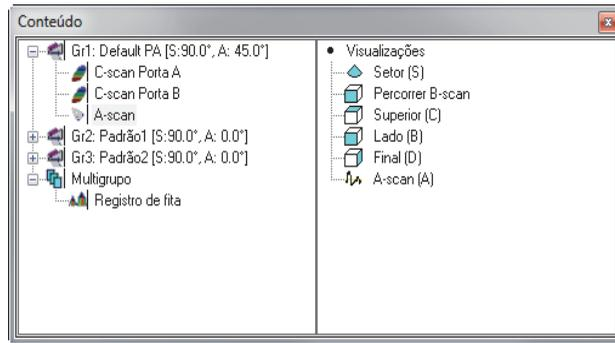

Figura 4-37 Caixa de diálogo Conteúdo
2. Clique  na barra de ferramenta componente (ou pressione Shift + Enter) para abrir a caixa de diálogo **Conteúdo** (Figura 4-37 na página 138).